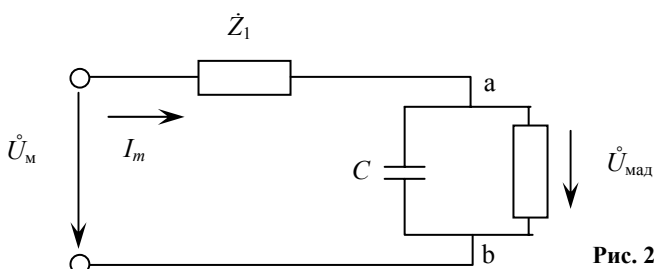

Рис. 2.27
2.2.13. Нагрузка, состоящая из активного сопротивления с  $R = 10$  Ом и емкости  $C = 1/(30\omega)$ Ф, питается от источника с комплексной амплитудой  $\dot{U}_m = 100$  В через линию передачи с комплексным сопротивлением  $\dot{Z}_1 = 15 + j20$  Ом (рис. 2.27).